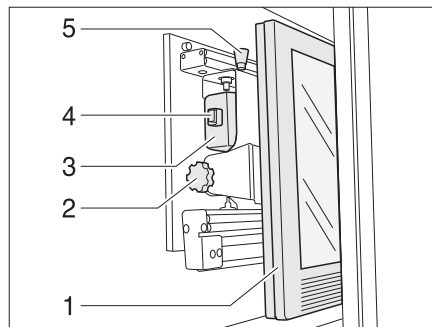

Fig. 136 Armario de TV
- Presionar el botón de desbloqueo (Fig. 136,5) y tirar el soporte para la pantalla plana hacia adelante hasta el tope agarrándolo del tirador (Fig. 136,4).
- Tirar del botón de desbloqueo (Fig. 136,1) y girar la pantalla plana (Fig. 136,2) a la posición deseada.
- Aflojar el tornillo moleteado (Fig. 136,3).